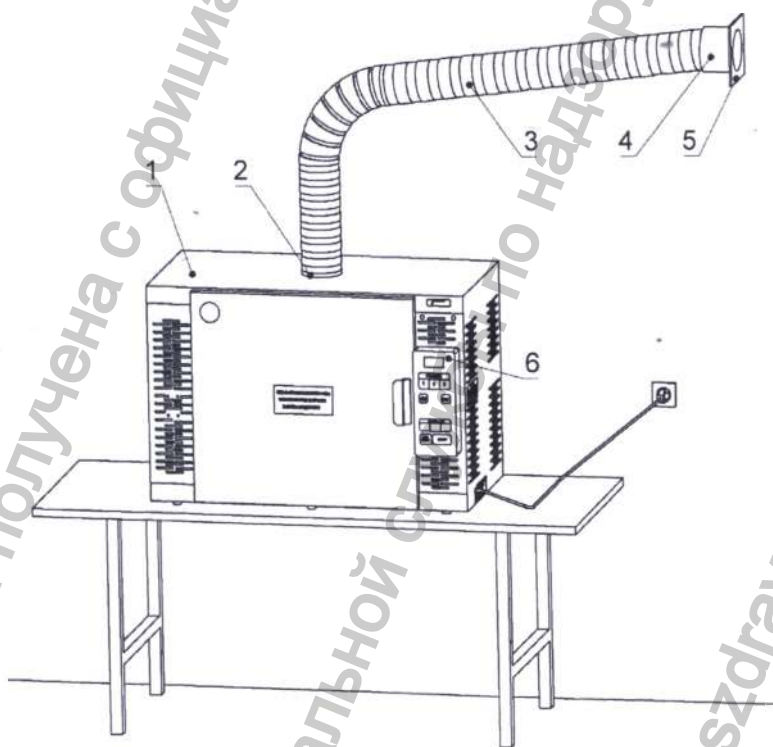

Рис.1. Общий вид установки «УОМО-90Т»
7.1. Общий вид установки с одной дверью показан на рис. 1.